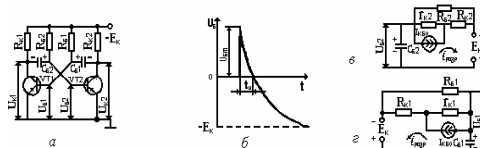

Рис. 1.1
1. По каким цепям происходит заряд конденсатора C_{B1} (рис.1.1а)?
Дать анализ временной характеристики и эквивалентных схем (рис.1.1б,в,г).